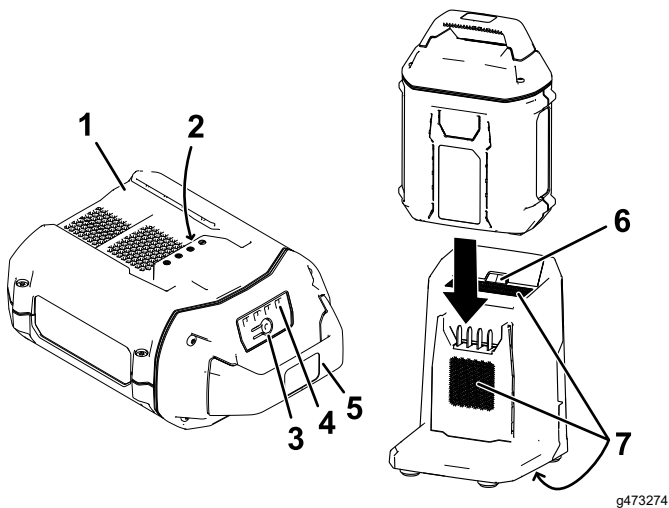

Figure 25
2. Placez le creux de la batterie (Figure 25) en face de la languette du chargeur.
3. Glissez la batterie dans le chargeur jusqu'à ce qu'elle soit complètement enclenchée (Figure 25).